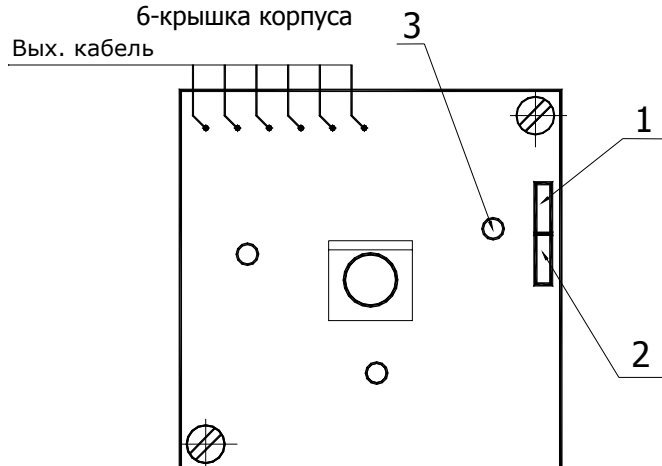

Рис.3 Расположение элементов на плате извещателя
3.3 В соответствии с рис. 3. приложения на плате установлены следующие элементы коммутации и индикации: